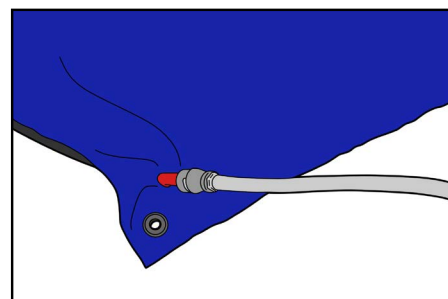

Fig. 8
2. Gonfiare a sufficienza il materassino in modo da eliminare pieghe e ondulazioni. Premodellare il materassino prima di sistemarvi il paziente, assicurandosi di distribuire il materiale interno nelle zone corrette. Per garantire un corretto posizionamento del paziente, è necessario che il livello di vuoto nel materassino lo renda rigido ma relativamente facile da modellare. È possibile verificare il livello di rigidità del materassino premendolo con due dita (Fig. 8).